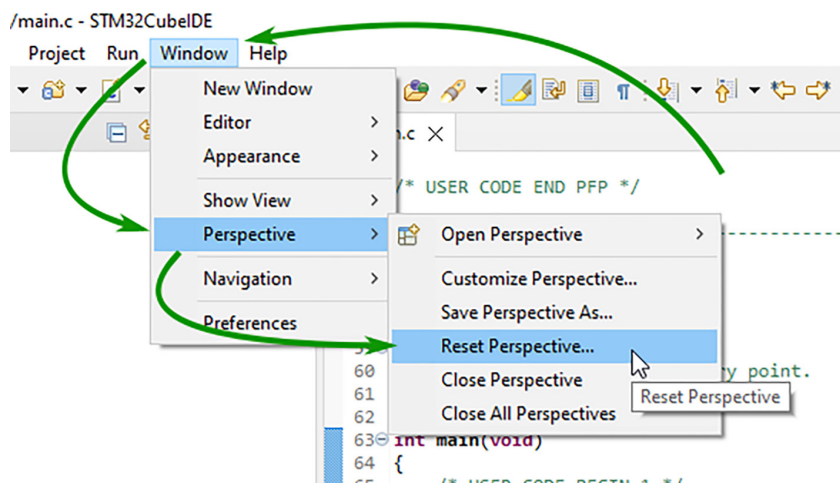

Рис. 2.6. Сброс настроек интерфейса STM32CubeIDE
2. В случае, если вы случайно закрыли часть окон интерфейса, настройки можно вернуть назад через «Windows» → «Perspective» → «Reset Perspective ...» (рис. 2.6).